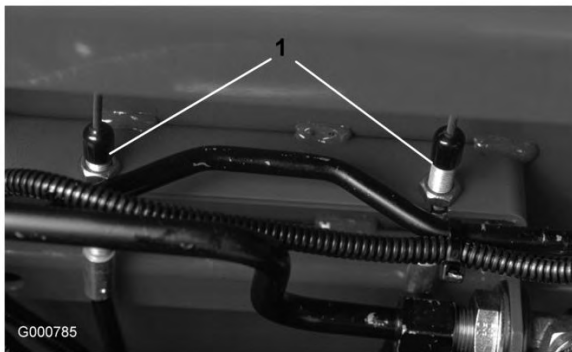

図 62
2. ブレーキの踏みしろの遊びを減らすには、まず、ブレーキ・ケーブル（図 62）の端にある前ナットをゆるめる。次に、後ろナットを締めてケーブルを後ろへ引く。行きしろが 13 mm～25 mm になるように調整する。調整ができれば前ナットを締める。